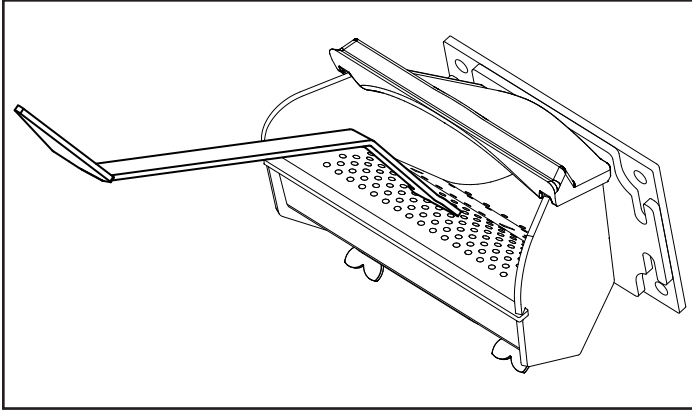

Figure 2.1
- À l'aide de gants ignifugés, grattez vigoureusement la surface supérieure perforée et les parois de la cuve de combustion jusqu'au tube de la vis sans fin, en insistant sur le col. (Figure 2.1)